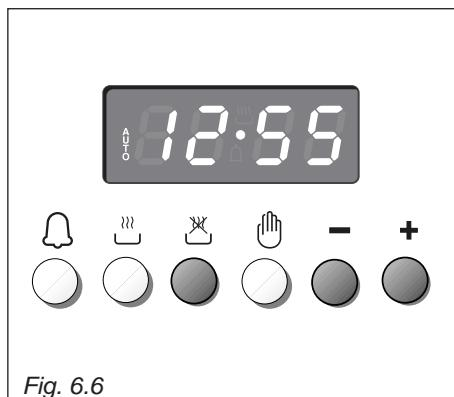

Fig. 6.6
2. Déterminer l'heure d'arrêt de la cuisson en pressant le poussoir (ceci fait paraître le temps de cuisson déjà sommé à l'heure de la montre) et le poussoir (fig. 6.6); si l'heure a été dépassée, reculer en pressant le poussoir .